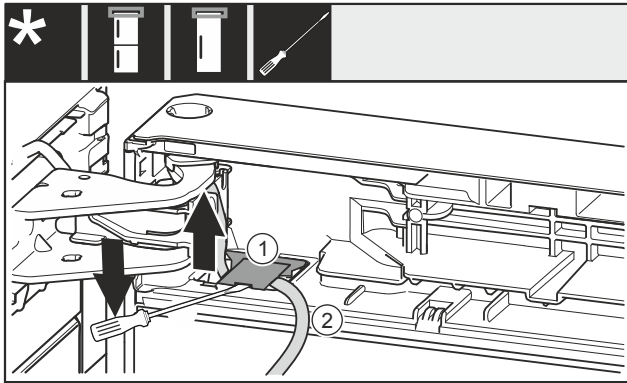

Fig. 21
- ▶ Cu șurubelnița dreaptă ridicați și extrageți capacul Fig. 21 (1).
- ▶ Extrageți cablul Fig. 21 (2).